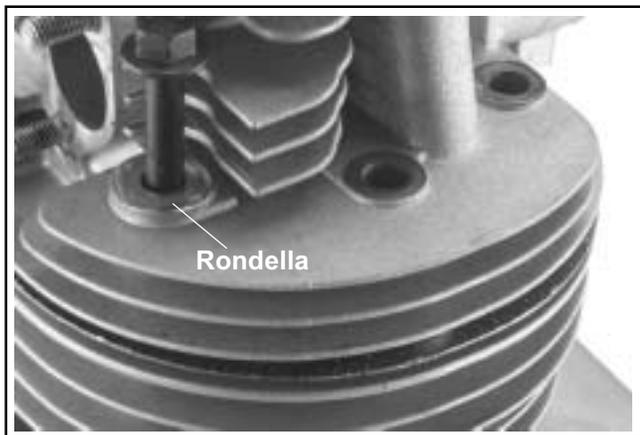

Figura 8-29. Rimozione di bulloni e rondelle della testata.
4. Rimuovere le sei viti esagonali che fissano la testata. Notare la rondella più spessa posizionata sulla vite più vicina alla porta di scarico. Vedere Figura 8-29.